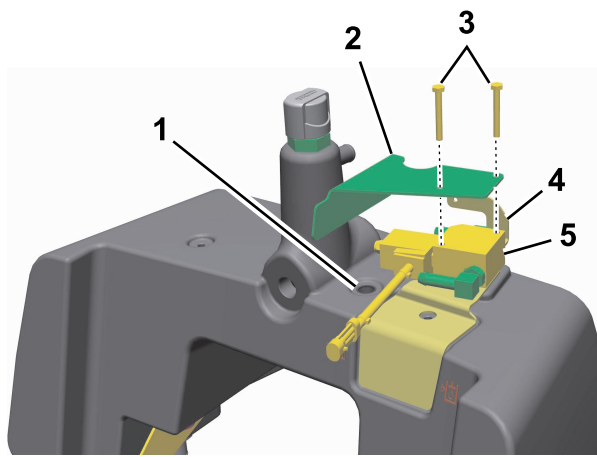

Bild 5
15. Befestigen Sie das gezahnte 90-Grad-Hydraulikanschlusstück am Haupthydraulikbehälter (Bild 5).